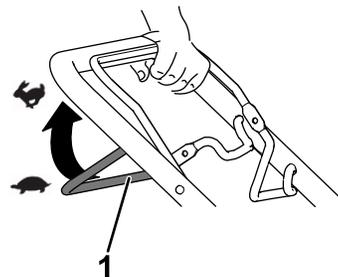

Figure 13
- Pour engager l'autopropulsion : serrez et maintenez la barre d'autopropulsion contre le guidon (Figure 13).